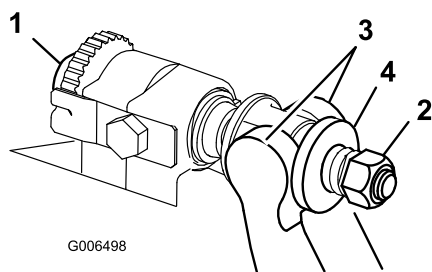

図 25
- ベッド・バー調整ネジ (図 25) を左に回してベッドナイフとリールの接触をなくす。
- スプリング・テンション・ナットをゆるめて、ワッシャがベッドバーを全く押さないようにする (図 25)。